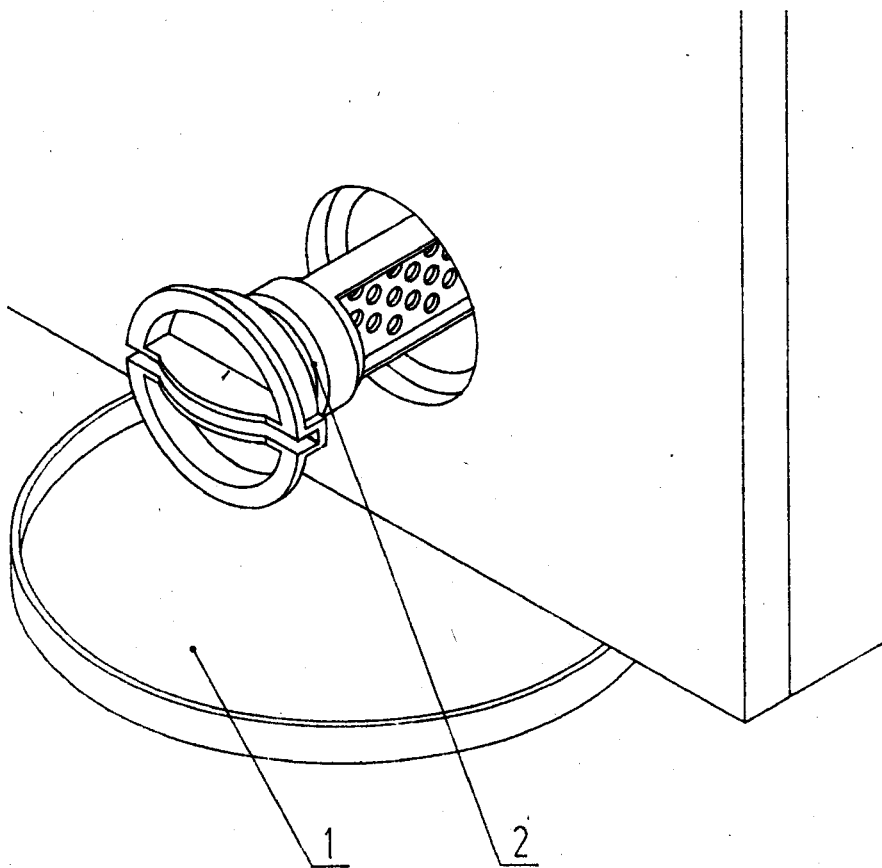

Рис. 7. Фильтр насоса
8.3. Для обеспечения нормальной работы насоса необходимо периодически промывать фильтр насоса, для чего поставьте под фильтр ванночку для слива остатка жидкости и затем отверните его крышку на 2 — 3 оборота и потяните фильтр на себя (рис. 7). При этом возможен слив остатка воды из гидросистемы. Прочистите отверстия фильтра и промойте его под струей проточной воды. После промывки установите фильтр на место и заверните крышку.